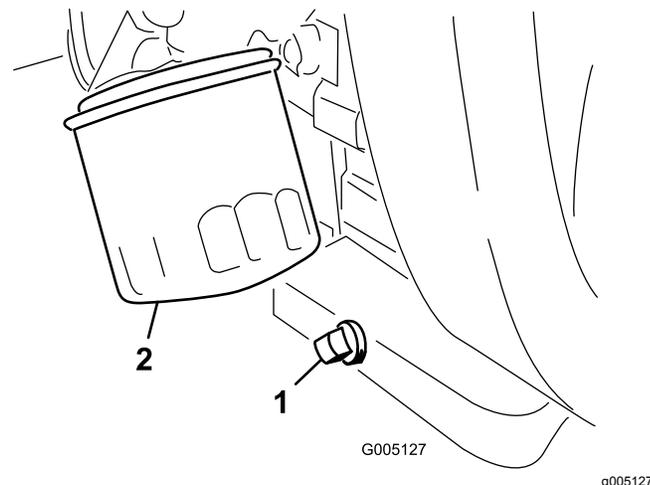

Figure 38
- Nettoyez le filetage du bouchon de vidange, enduisez-le de produit d'étanchéité au PTFE et remettez le bouchon en place (Figure 38).
- Déposez le filtre à huile (Figure 38).
- Retirez le bouchon de vidange (Figure 38) et laissez couler l'huile dans un bac de vidange.